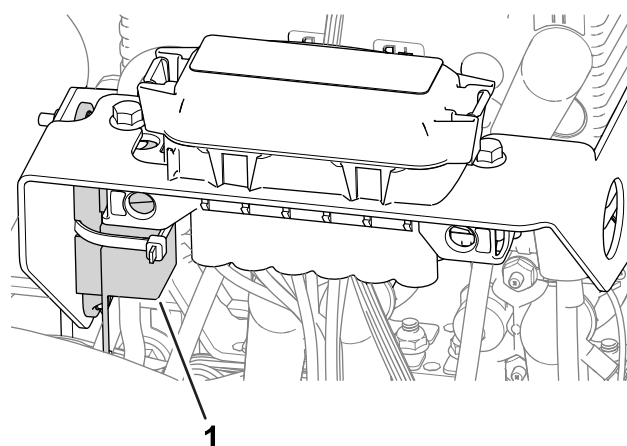

Figure 61
- Le fusible du moteur de roue gauche (60 A) se trouve sous le capot sur le côté gauche de la machine, près des fusibles du circuit de commande des cylindres (Figure 61).